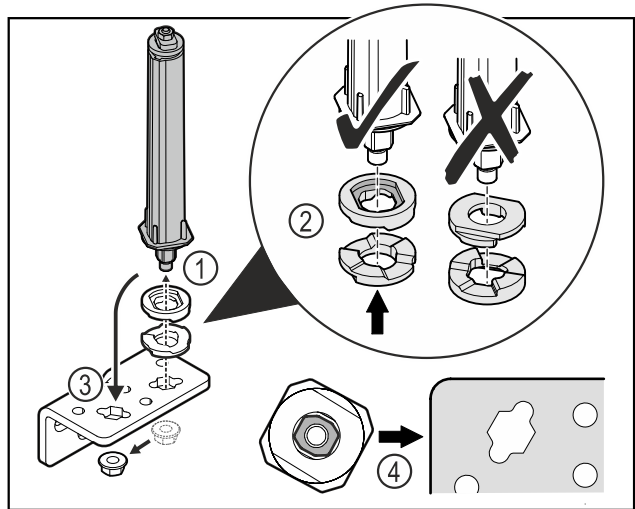

Fig. 32
- Desserrer l'écrou et retirer le système de fermeture de porte Fig. 32 (1).
- Veiller à ce que les rondelles de réglage de la hauteur soient correctement orientées Fig. 32 (2).
- Mettre le système de fermeture de la porte dans l'autre trou de l'équerre de charnière et le fixer avec l'écrou Fig. 32 (3).
- Lors de la mise en place, veiller à bien orienter le système de fermeture de porte Fig. 32 (4).